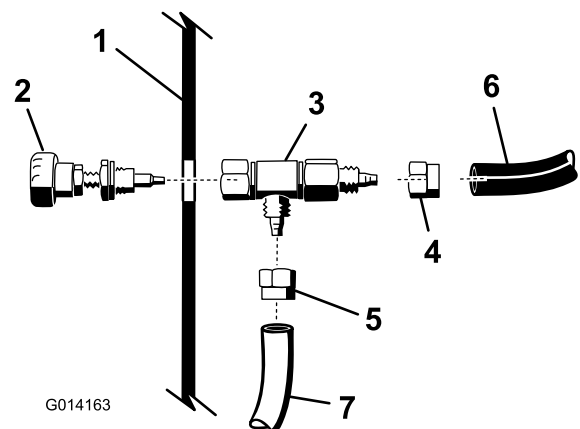

Bild 4
5. Lösen Sie die Mutter, mit der das Handrad am T-Anschlussstück befestigt ist, wie in Bild 4 abgebildet.
6. Befestigen Sie die blauen und weißen Rohr vom Schaumschlauch unter dem Armaturenbrett am Regelventilgehäuse, wie in Bild 4 abgebildet.